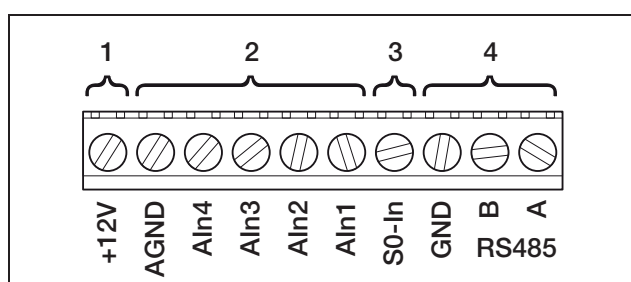

Figura 63: Morsetti per cavi
- Collegare i cavi ai morsetti in base all'assegnazione (figura 63 e tabella 11).
Sul morsetto per interfacce analogiche (figura 63) si trovano i collegamenti per l'interfaccia seriale **RS485**. Attraverso l'interfaccia RS485 è possibile, a seconda degli inverter utilizzati, collegare in rete fino a 200 inverter. È possibile collegare ulteriori componenti a RS485. In alcuni casi potrebbe essere necessario un convertitore di livello supplementare. Per il collegamento utilizzare un cavo ritorto, ad esempio un cavo LiYCY 2 × 2 × 0,25.
- In base all'assegnazione (tabella 8), collegare i cavi ai morsetti (4, nella figura 63).